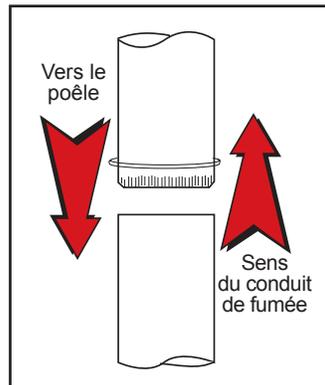

Figure 2.3
- Commencez par assembler le collet de cheminée au poêle. Insérez la première extrémité sertie dans le collet de cheminée du poêle en veillant à diriger chaque extrémité sertie vers le poêle (figure 2.3). En utilisant les trous du collet de cheminée comme guides, percez des trous de 3 mm (1/8 po) dans le bas de la première section du carneau et fixez-la au collet de cheminée avec trois vis à tôle n° 10 x 1/2